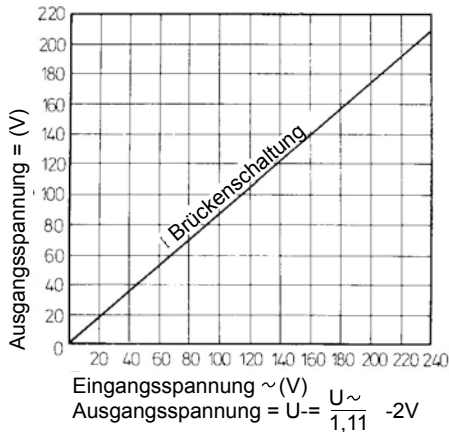
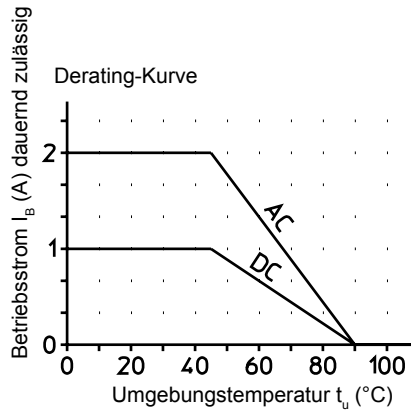

Bild 6 MSM-Fo 0804.1386
Bild 7
3) Stromangabe gilt nur für Bezugstemperatur 30°C. Strombelastbarkeit bei höheren Bezugstemperaturen nach Bild 7 und 8. In der Schweiz durch SEV-Vorschrift 1011 auf 1,5 A begrenzt (gestrichelte Linie). Ausgangsspannung nach Bild 6.